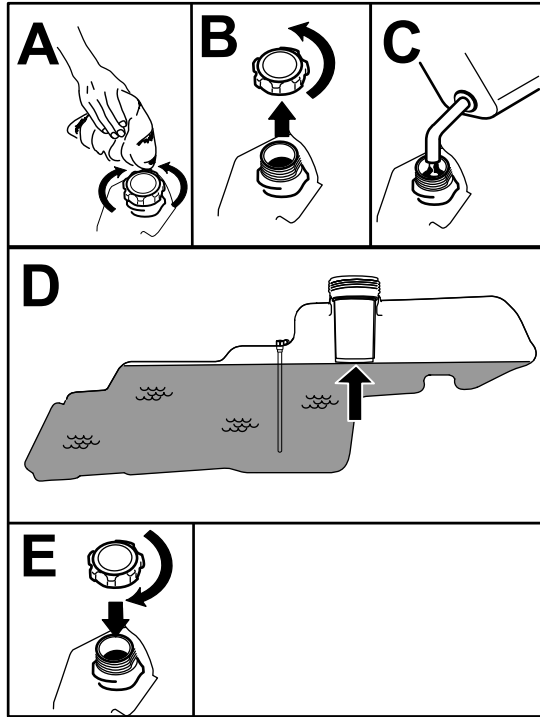

Bild 7
5. Füllen Sie den Kraftstofftank bis zur Unterseite des Füllstutzens (Bild 7). Füllen Sie den Kraftstofftank nicht ganz auf.